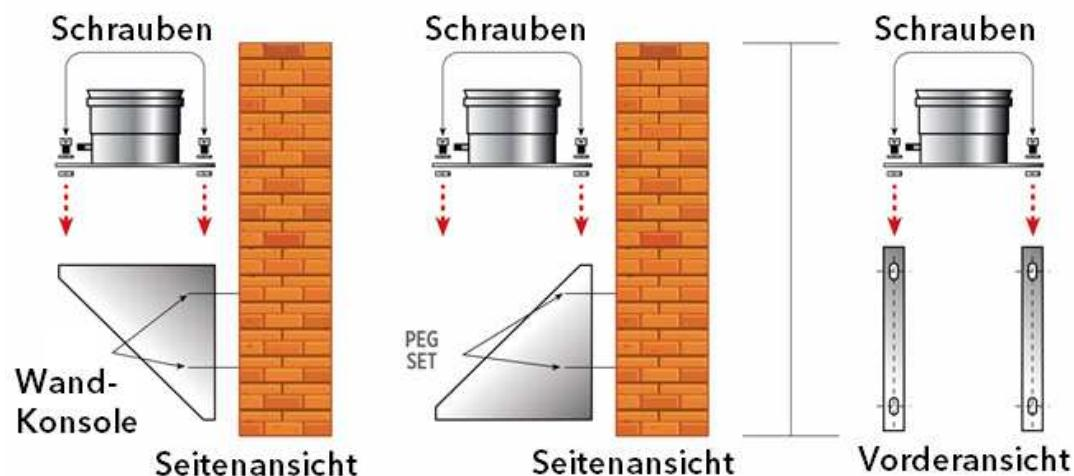

Abbildung 3B
**Verankerungsplatte mit Kondensatablauf:** Befestigen sie die Beiden Arme der Wandkonsole parallel zueinander an der Wand im erforderlichen Abstand zur Montage der Verankerungsplatte. Befestigen Sie dann diese, indem sie die Muttern an den entsprechenden Schrauben festziehen (Abb. 3B).